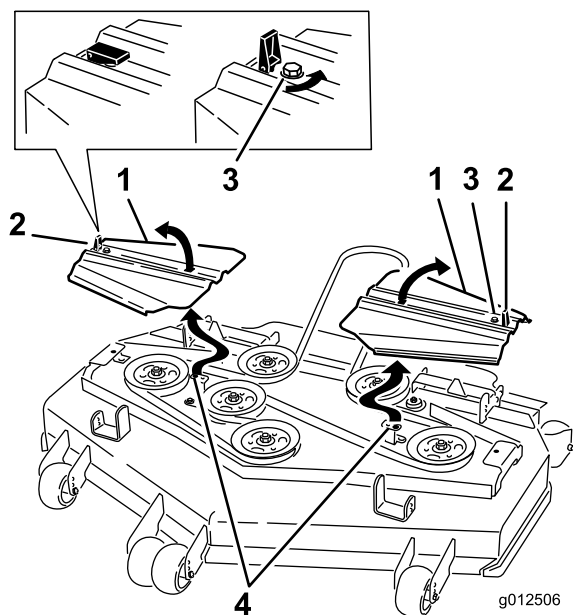

Figure 86
14. Posez les couvercles de courroies en engageant les languettes dans les rainures. Posez les vis et fermez les verrous (Figure 86).